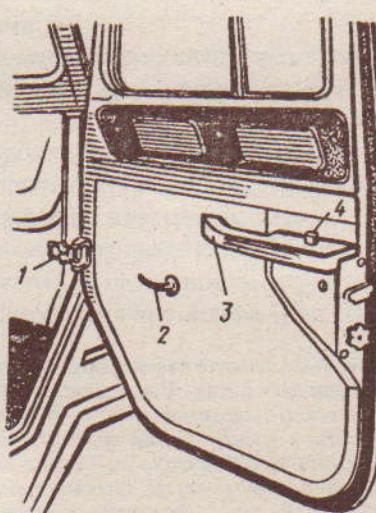

Рис. 10.5. Оборудование двери: 1 - ограничитель; 2 - внутренняя ручка; 3 - подлокотник; 4 - кнопка блокировки замка
- ✓ установить дверь в крайнее открытое положение и снять ограничитель (рис. 10.5);